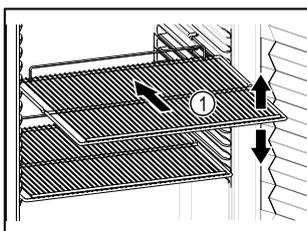

Fig. 59 Immagine a titolo di esempio
- ❑ Se è possibile spostare i ripiani Fig. 59 (1), regolarli in altezza.